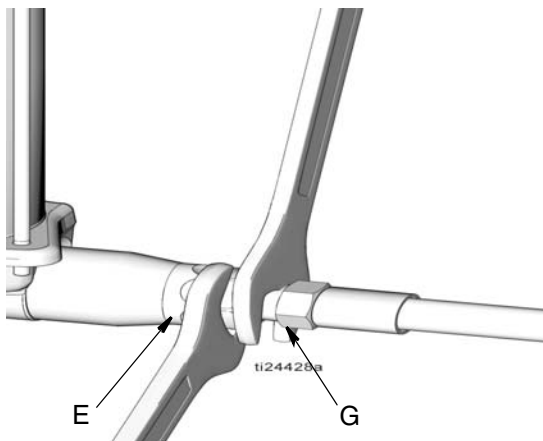

图 6
2. 使用两个扳手，在泵出口（E）和润滑管路管件（G）的相反方向上用力，慢慢松开管件，直至其松开并且没有更多润滑剂或空气从管件中泄漏出，实现系统泄压（图 6）。